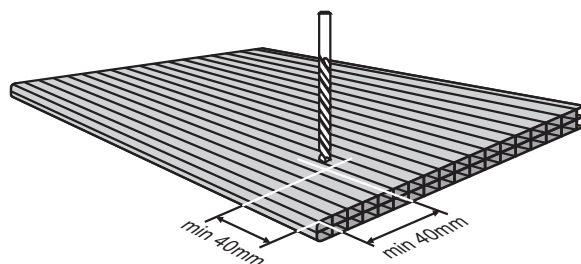

Рис.7 Сверление панелей сотового поликарбоната.
- при монтаже очень длинных (более 7м) цельных панелей отверстия под саморезы следует делать овальными, с ориентацией длинной оси по длине листа. Отверстие под саморез должно просверливаться только в середине внутреннего канала панели (рис.7), недопустимо сверлить отверстия сквозь вертикальную перемычку панели.